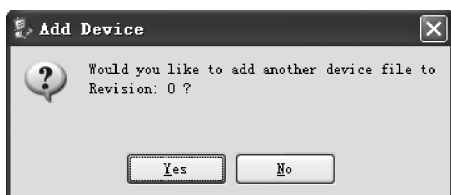
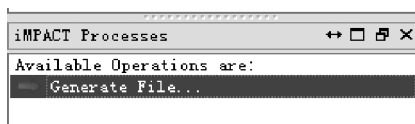

图 3.83 添加其他文件对话框
图 3.84 生成文件选项
(12) 出现选择需要选换的比特流文件对话框界面。
①定位到当前的工作目录下: 对于 Verilog HDL 设计来说,目录为 D:\EDA_Example\gate_Verilog; 对于 VHDL 设计来说,目录为 D:\EDA_Example\gate_VHDL。
②找到 gate.bit,表示该二进制配置文件将被进行格式转换,将来编程到 BPI Flash。
③单击 Open 按钮。
(13) 如图 3.83 所示,出现 Add Device 对话框界面,询问是否添加另一个器件的文件,单击 No 按钮,表示不添加其他文件。
(14) 弹出一个对话框界面,单击 OK 按钮。
(15) 弹出 MultiBoot BPI Revision and Data File Assignment 对话框界面,单击 OK 按钮。
(16) 如图 3.84 所示,在主界面左下角的 iMPACT Processes 窗口下,找到并双击 Generate File 选项。